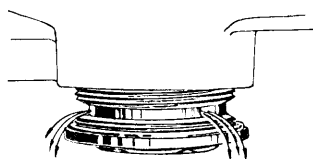

fig.13
1. Nell'operazione 1 paragrafo c, avere l'avvertenza di non svitare subito completamente il tappo in modo che la maggior parte dell'olio possa uscire dalle feritoie laterali del tappo stesso. (fig. 13)